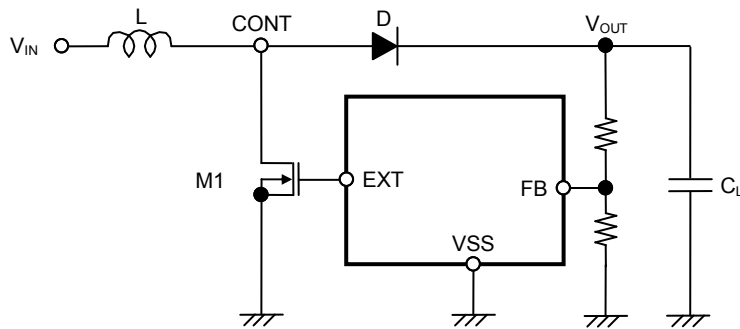

图 10 升压型 DC/DC 控制器的基本方式电路
以下表示升压型 DC/DC 控制器的基本方式(1) ~ (7) (参照图 10)。